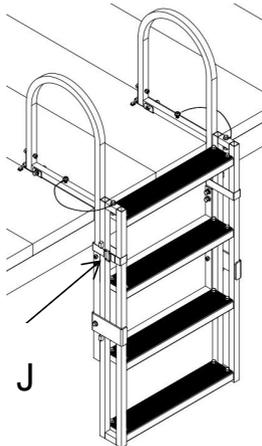

Fig 2
- 14) Por último, use la banda de cinta mágica (J) para atar los marcos de la escalera (Fig. 2). Si la barra guía y el escalón están alineados, también se pueden atar como se muestra en la Figura 3. (Mantenga el espacio entre ellos (J) lo más amplio posible).